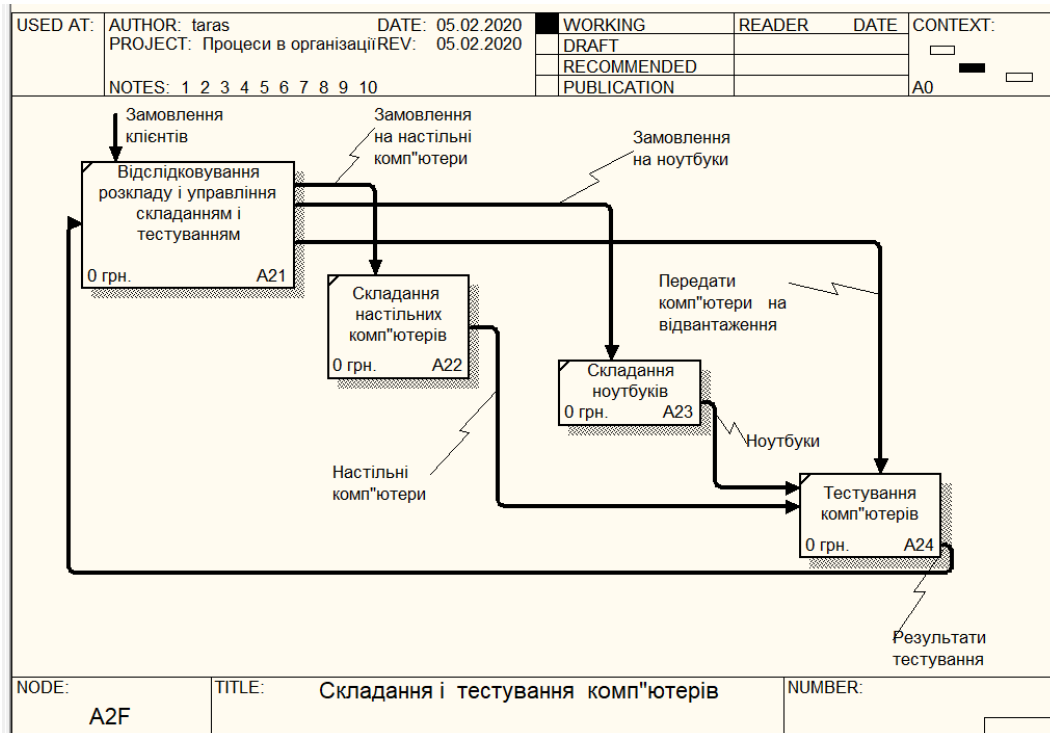

Рис. 5. Приклад діаграми FEO A2F, яка дозволяє сконцентруватись на певній частині діаграми декомпозиції, без дотримання повного синтаксису IDEF0.
- 12) Побудуйте окремий альтернативний варіант частини моделі з використанням діаграм тільки для експозиції (FEO – for exposition only) через меню Diagram – Add FEO Diagram. FEO діаграми можуть використовуватися в моделі для ілюстрації інших точок зору (Viewpoint), для відображення окремих деталей, які не підтримуються явно синтаксисом IDEF0. Такі діаграми є просто картинками – копіями стандартних діаграм і не включені до аналізу синтаксису. Наприклад, розглянемо взаємодію роботи “Складання і тестування комп’ютерів” із іншими роботами. Для цього створимо FEO діаграму, яка міститиме тільки стрілки цієї роботи. Для цього у діалоговому вікні задайте ім’я діаграми, виберіть тип зображення діаграми декомпозиції, а також діаграму – джерело для створення діаграми FEO, наприклад, A2 “Складання і тестування комп’ютерів”. Видаліть деякі стрілки на діаграмі FEO (Рис. 5).